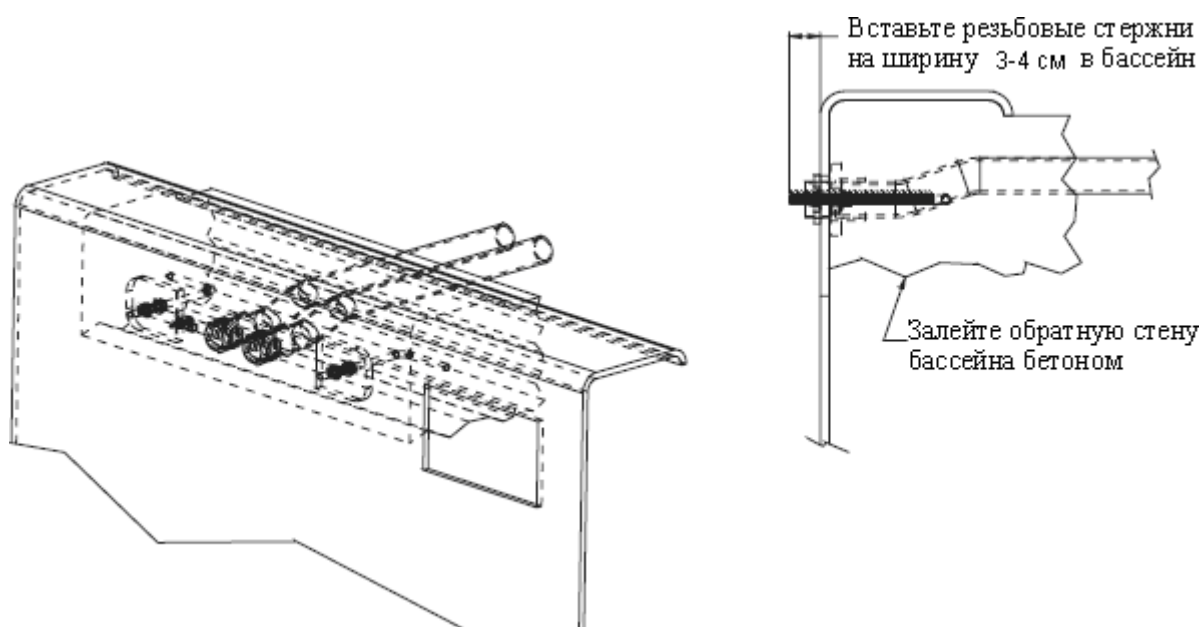

Рис. 4.10
- Вставьте резьбовой стержень в отверстие кронштейна. 4см резьбового стержня должно выступать за поверхность стены бассейна. См. рис. 4.10
Залейте бетоном верхний фланец бассейна, аккуратно обходя комплект резьбовых стержней и трубопроводные адаптеры. Даже если связующая балка не была залита для бассейна, для Fastlane важно, чтобы эта сборка была надёжно закреплена в бетоне. См. рис. 4.10. Когда бетон высохнет, можно открутить шайбы и контргайки и устанавливать Fastlane. Примечание: Не выбрасывайте эти шайбы и контргайки, т.к. они могут пригодятся для крепления Fastlane к стенке бассейна.